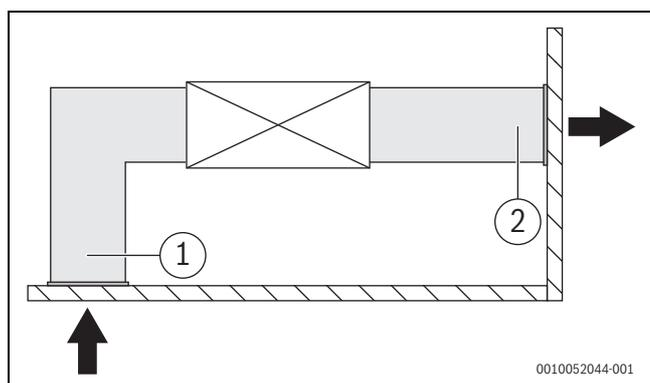

Рис. 27 Воздуховод, к которому предъявляются требования по статическому давлению
6. Подсоедините воздухопровод, как показано на рис. 27. Для подготовки на месте монтажа требуются все компоненты, за исключением кондиционера.
#### Обозначения на рис. 27: